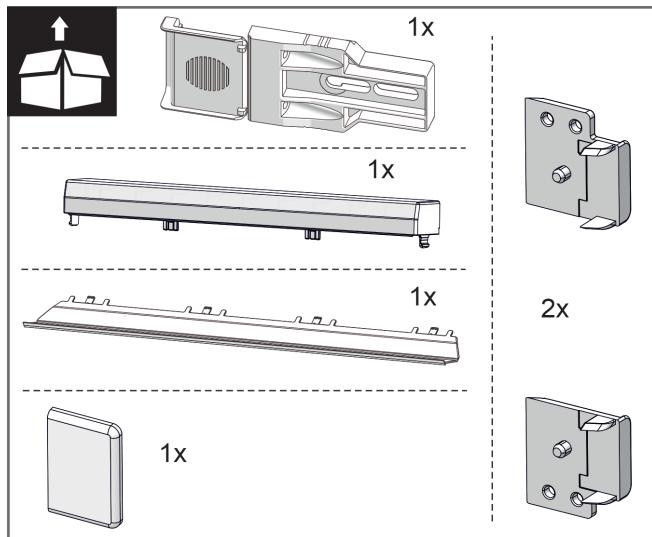
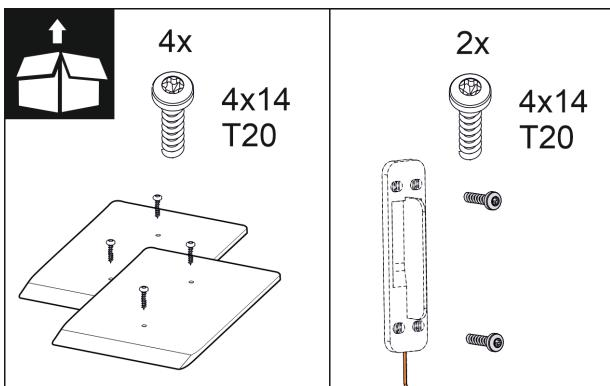

Fig. 10
Fig. 16
2. Skontrolujte montážne diely v príslušenstve. Fig. 10 () až Fig. 16 ()
**Montážne diely v príslušenstve Fig. 10 () až Fig. 16 ()**